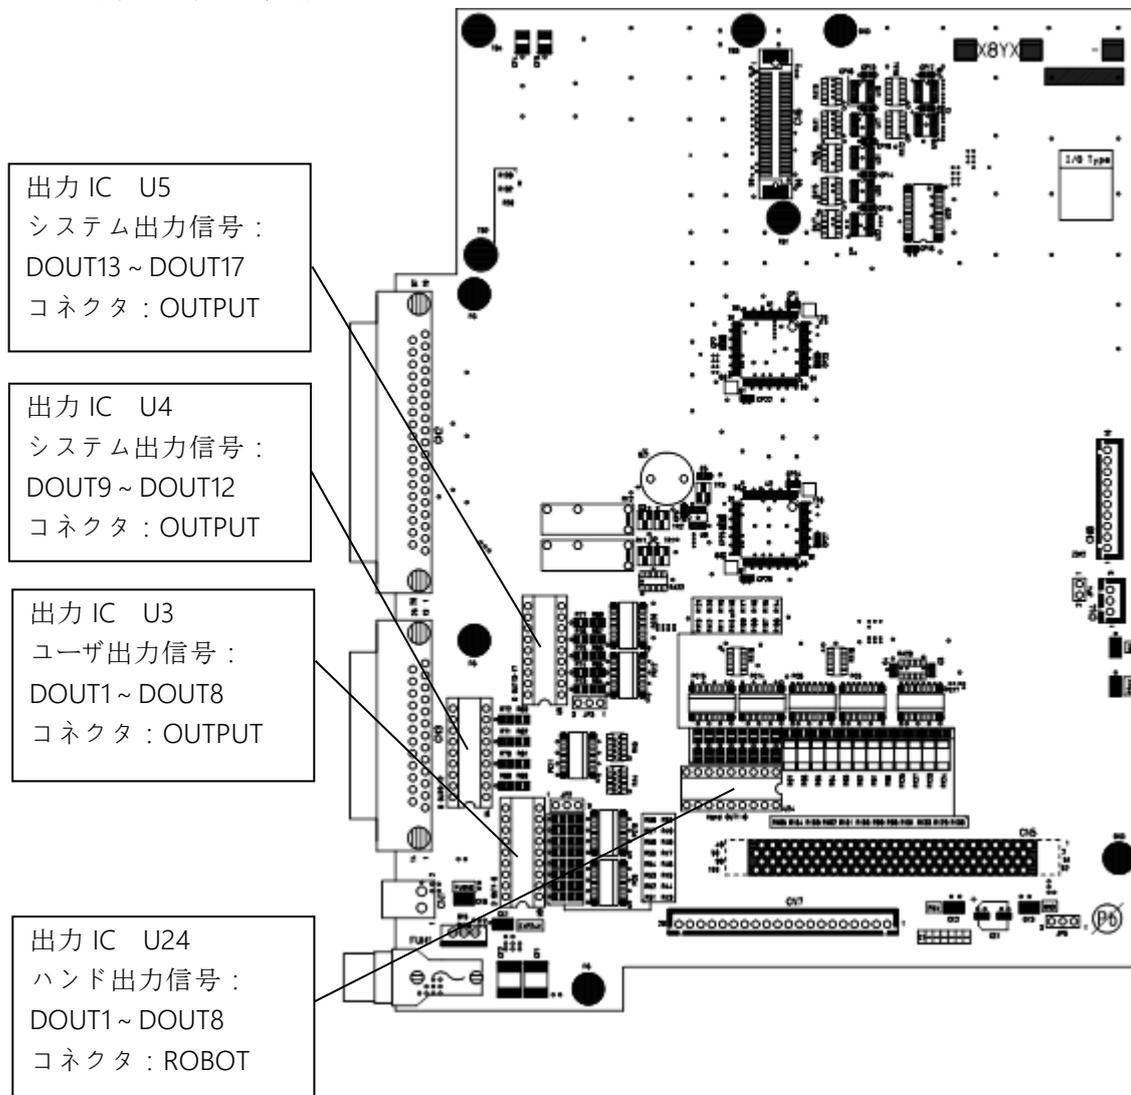

図 6.13 I/O 基板(X8YX)
- 6) 図 6.13 のトランジスタ出力ICをソケットから外します。